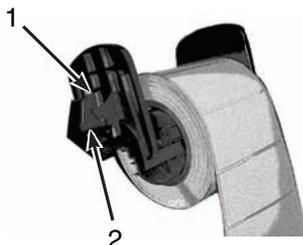

Рисунок 16, Эtiquетирование материала
3. Установите рулон этикетировочного материала Brady на держатель для подачи материала и повторно установите концевую деталь (**Рисунок 16, 1**), которая автоматически отцентрирует рулон на держателе.
4. Повторно вставьте держатель для подачи материала в пазы скобы на стойке. Обеспечьте, чтобы электрические контакты под боковыми пластинами (**Рисунок 16, 2**) были должным образом установлены в стойке таким образом, чтобы принтер правильно считывал метки идентификации материала. Обеспечьте, чтобы материал сматывался с верхней части рулона как показано на **Рисунок 16**.